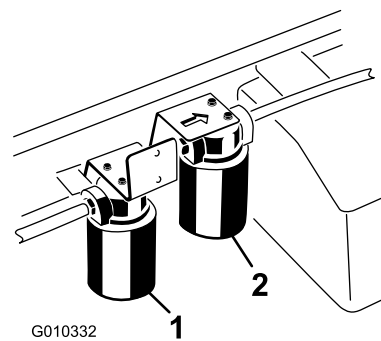

Figura 74
3. Coloque um recipiente de escoamento debaixo do filtro e retire o filtro (Figura 74).
1. Limpe a zona em torno da montagem do filtro de alto fluxo (Figura 74).